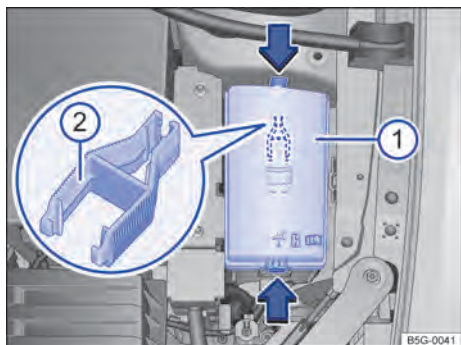

Fig. 218 No compartimento do motor: cobertura (1) da caixa de fusíveis com pinça de plástico (2).
- Pressionar os travamentos no sentido da seta → Fig. 218 (seta), para destravar a cobertura da caixa de fusíveis → Fig. 218 (1).
No lado interno da cobertura da caixa de fusíveis no compartimento do motor, pode haver uma pinça de plástico para a retirada dos fusíveis → Fig. 218 (2).